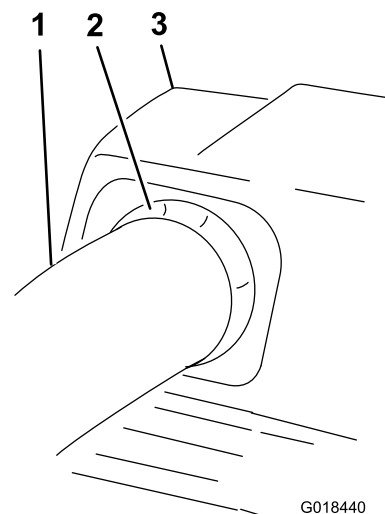

Figura 29
11. Estraiete leggermente il tubo superiore, in modo che la guarnizione si estenda verso l'esterno e sopra il tubo inferiore (Figura 29).
20. Estraete leggermente il tubo superiore, in modo che la guarnizione si estenda verso l'esterno e sopra il gruppo soffiatore (Figura 29).